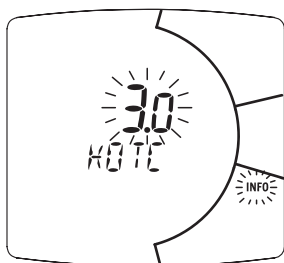

Figura 5.50
- Premere per più di 10 secondi il pulsante  per entrare in modalità " Parametri Impianto" (Figura 5.50).
L'andamento della temperatura al variare dell'impostazione fatta con i tasti 19 e 20 per un  $K 1,5$  è illustrato nella Figura 5.50.